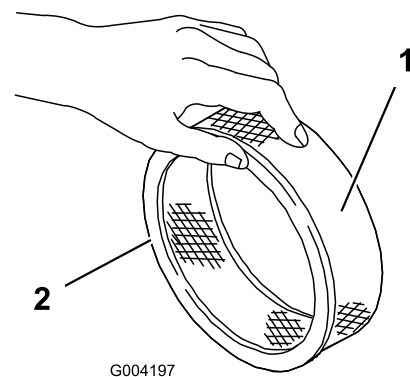

Figura 21
5. Golpee suavemente el elemento de papel en una superficie plana para eliminar polvo y suciedad (Figura 21).
1. Deslice cuidadosamente el prefiltro de gomaespuma sobre el elemento de papel (Figura 21).